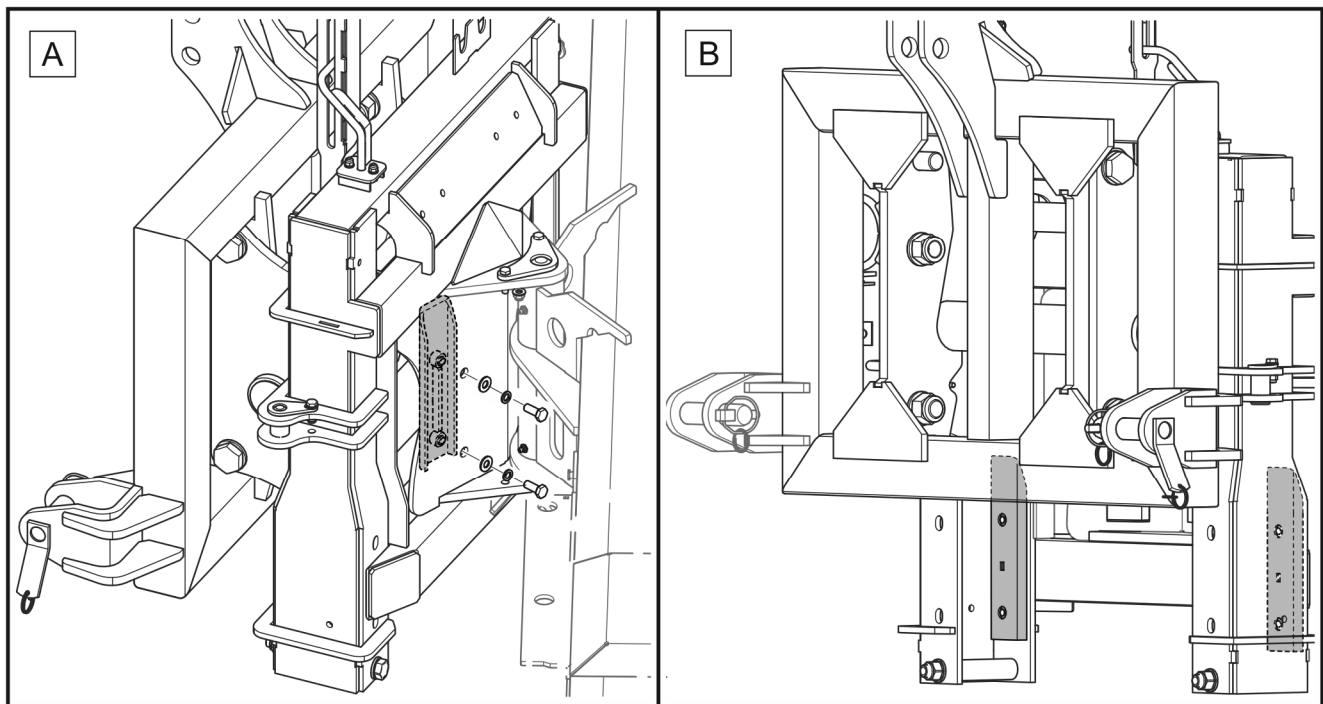

ABBILDUNG 4.7 Kippsperren für die Aufhängung
Wenn die Kehrmaschine ohne oder mit angehobenem Schmutzbehälter betrieben wird (z. B. zum Kehren zur Seite) muss die Aufhängung gesperrt werden, damit sie nicht nach vorne kippt (ABBILDUNG 4.7). Die Sperren sind im Rahmen der Aufhängung verborgen. Um die Kipp Sperre für die Aufhängung zu verwenden:
- Die Aufhängung verriegeln (ABBILDUNG 4.7).